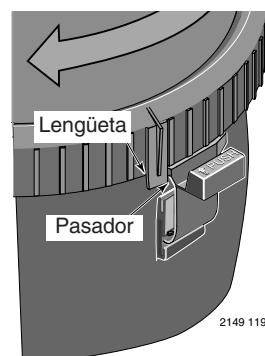

Figura 3 – Gire el Aro Posi-Lok[™] hasta que la lengüeta quede trabada detrás del pasador de seguridad.
1. Fije el aro Posi-Lok[™] haciéndolo girar HACIA LA DERECHA hasta que haga clic, después del pasador de seguridad (consulte la Figura 3). Deje de girar cuando el aro haga clic después del pasador. Es posible que el aro quede ligeramente flojo, pero se ajustará más cuando se encienda la bomba y el filtro esté bajo presión.
- Gire el aro Posi-Lok™ hacia la derecha hasta que quede trabado detrás del pasador de seguridad (consulte la Figura 3).